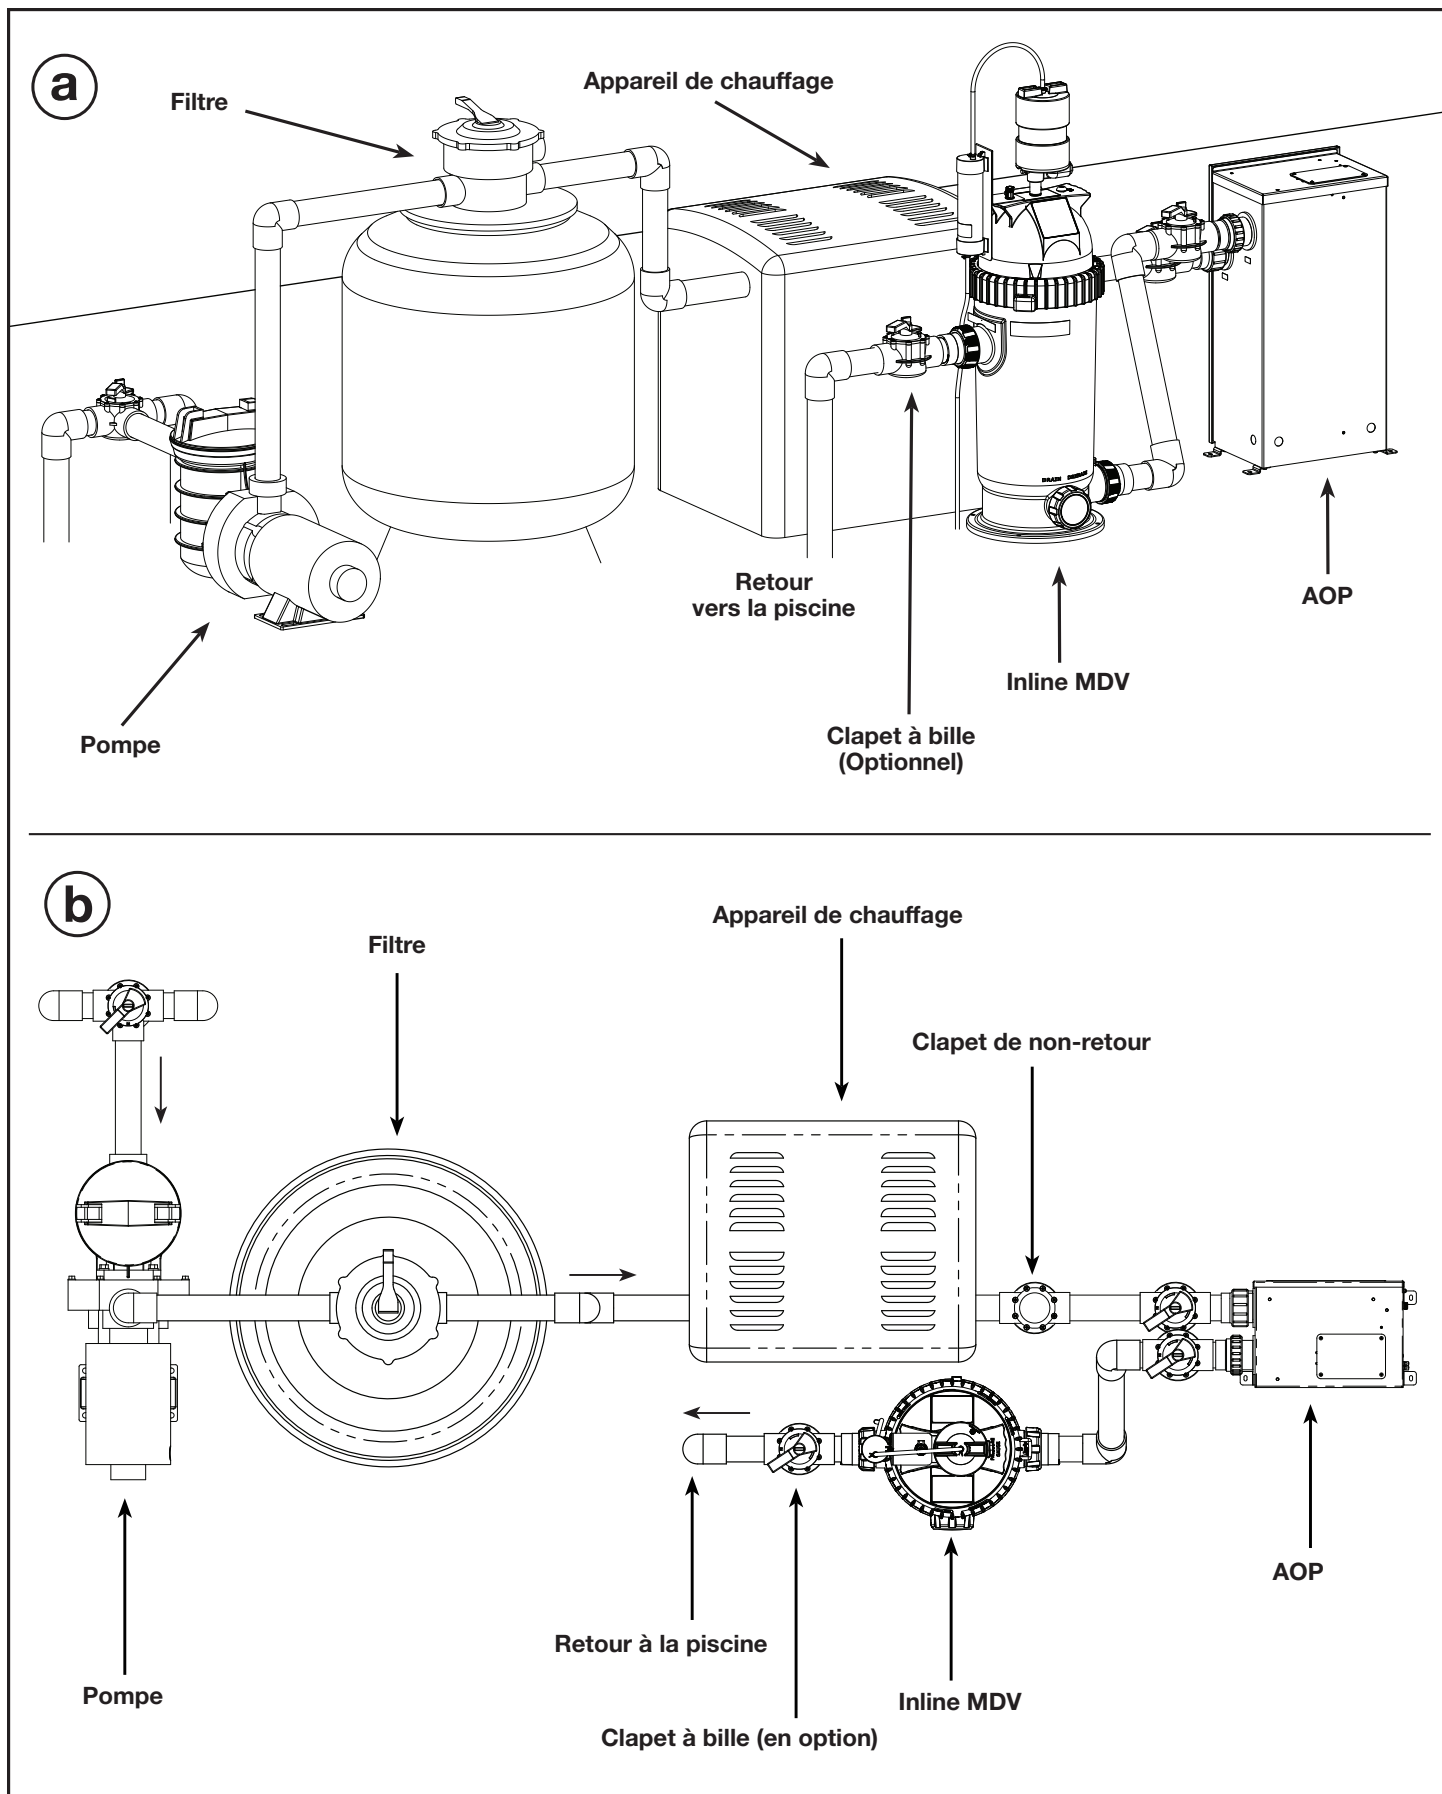

Figure 1. Vue du système (a), vue aérienne du système (b)
1. Plomber le flux aval du récipient MDV du système AOP comme illustré sur la Figure 1.
REMARQUE : Le système JAOPX500 avec plomberie du même côté est illustré à la Figure 1. Certaines unités AOP peuvent également avoir une plomberie du côté opposé.
10. Si le récipient MDV ne se remplit pas correctement, des bulles de gaz retourneront dans la piscine. Dans ce cas, un clapet à bille supplémentaire peut être nécessaire pour maintenir un niveau d'eau adéquat dans le boîtier. Installer le clapet à bille juste après la sortie du récipient MDV. Voir la Figure 1. Fermez le clapet juste assez pour empêcher les bulles de retourner dans la piscine.